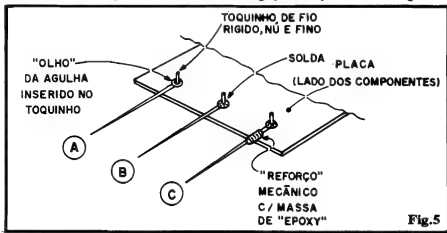

Fig.5
- **FIG. 5 - DETALHES DA LIGAÇÃO/FIXAÇÃO DAS AGULHAS SENSORAS** - Se forem usadas as sugestões (ver item OPCIONAIS/DIVERSOS da LISTA DE PEÇAS) agulhas de costura manual, com "olho" na traseira (épa!), tanto a sua ligação elétrica, quanto a sua fixação mecânica ficarão grandemente facilitadas, usando-se o método ilustrado: